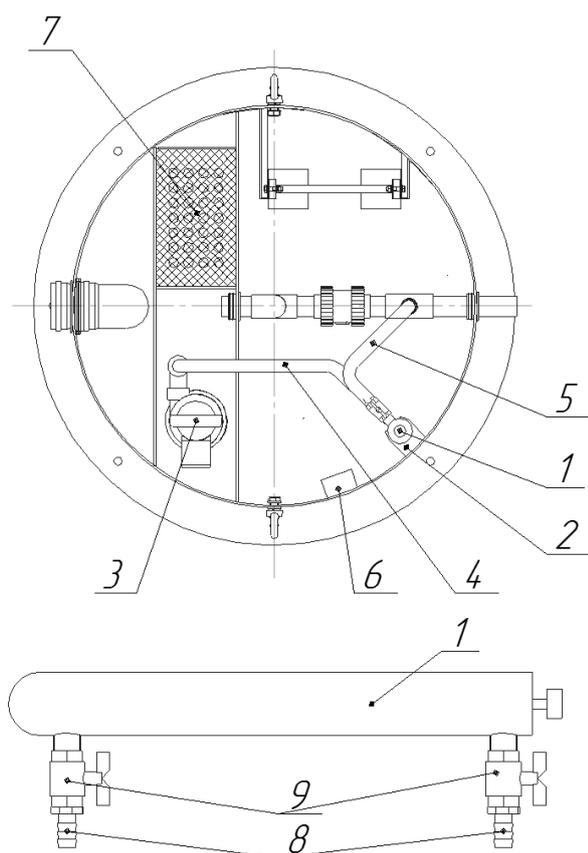

Рисунок 5 – Схема подключения оборудования
Установить в клипсы (2) Ультрафиолетовый стерилизатор (1) (Рисунок 5). Подключить к нему краны шаровые (9) и ерш-резьбы (8). Краны открыть на 45°. Поставить в отсек Насос дренажный (3). Соединить нижний штуцер Ультрафиолетового стерилизатора с насосом, а верхний с штуцером трубопровода шлангами (4 и 5). В карман (6) установить блок питания ультрафиолетового стерилизатора. В секцию (7) уложить мешок с сорбентом угольным.